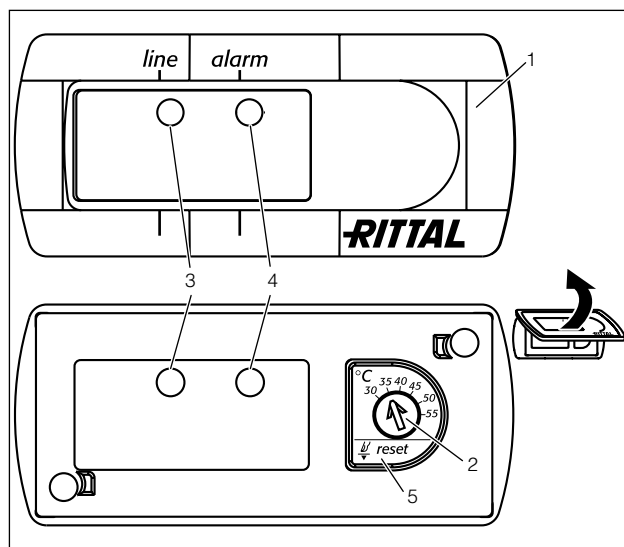

Fig. 36: Basiscontroller
- Den ønskede nominelle temperatur indstilles på temperaturregulatoren (fig. 36, side 23).
- Nulstillingsknappen (fig. 36, nr. 5) holdes nede i mindst 3 sek.